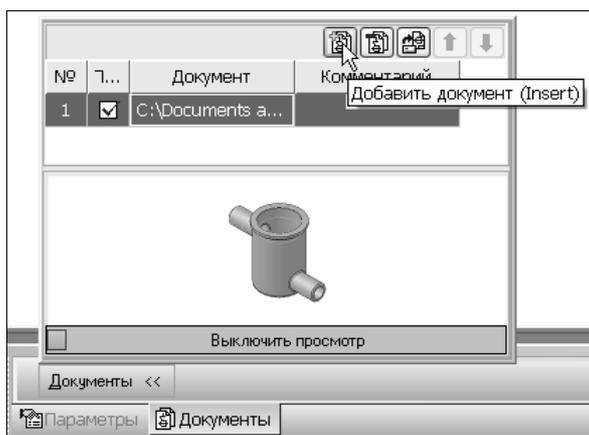

Рис. 9.111. Команда **Добавить документ**
1. В спецификации выделите строку с подключаемым компонентом (например, **Корпус**). Откройте вкладку **Документы** на панели свойств. Нажмите кнопку **Добавить документ** (рис. 9.111).